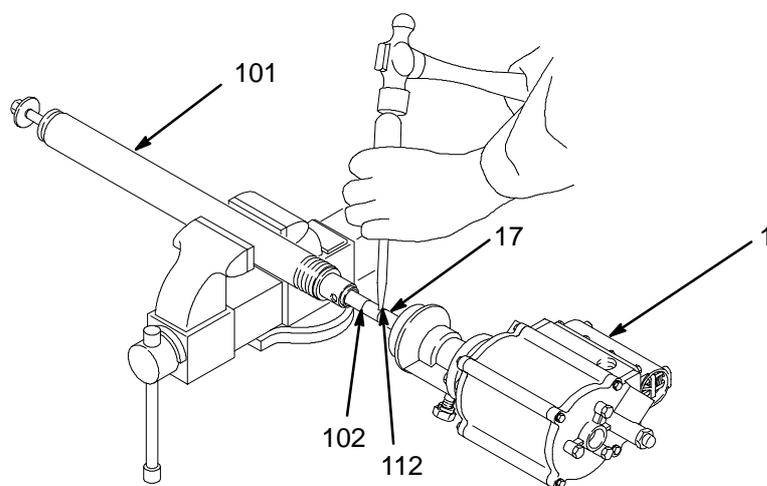

Fig. 7
5. Continuer à dévisser le moteur (1) à la main pour le séparer du cylindre (101) jusqu'à ce que la broche (112) assurant la connexion entre la tige du bas de pompe (17) et la bielle (102) soit accessible. Utiliser un poinçon pour chasser la broche (112) hors des tiges (17 et 102) Voir Fig. 7.
2. Insérer la broche (112*) dans le trou pour attacher les deux tiges (17 et 102) l'une à l'autre. Veiller à ce que la broche soit à ras ou en dessous de la surface de la tige (17). Visser le moteur (1) sur le cylindre (101) à la main. Voir Fig. 7.